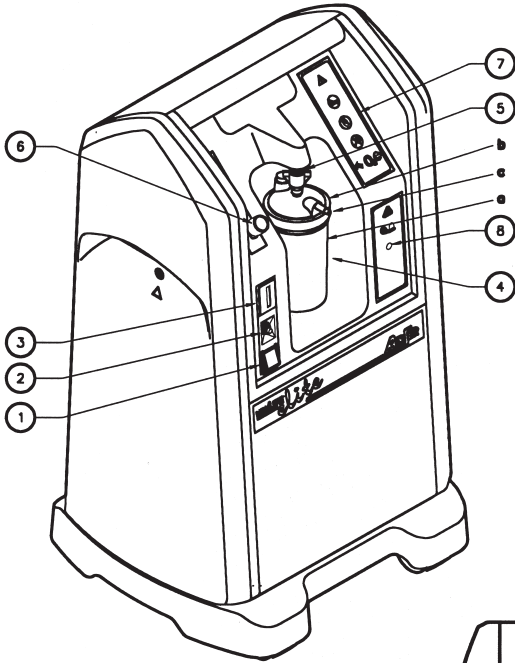

Fig. I.1
I.1. Parte delantera (Fig. I.1) .....	2-ES
### I. 1. Parte delantera (fig. I.1)